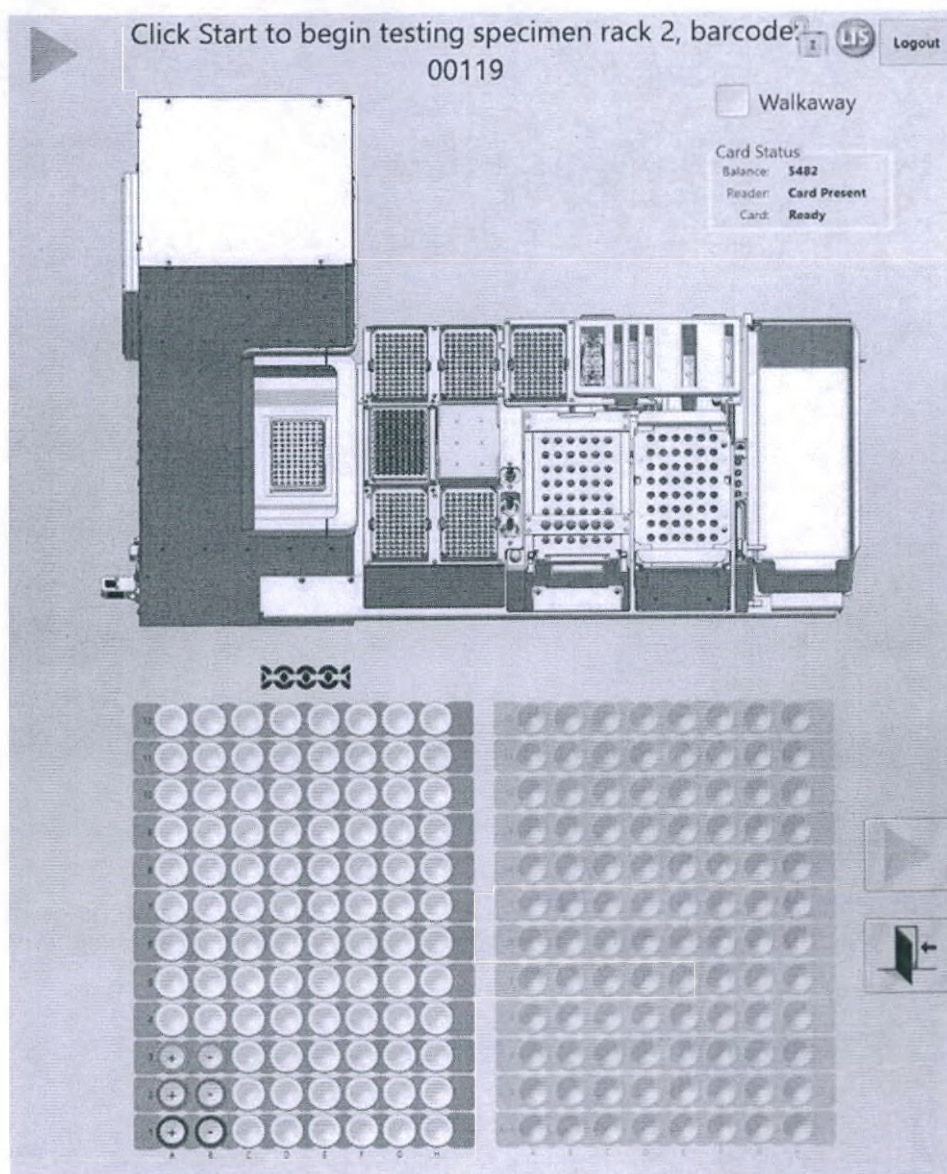

Рис. 5-15 — Экран «Запуск цикла». Подтверждение
- Если штатив входит в список Ongoing (Текущая обработка), в верхней части экрана появляются номер и штрихкод штатива (см. рис. 5-15); еще раз нажмите кнопку «запуск цикла», чтобы начать цикл.
На экране «Запуск цикла. Подтверждение» (рис. 5-15), еще раз нажмите кнопку «запуск цикла», чтобы подтвердить запуск анализа штатива.